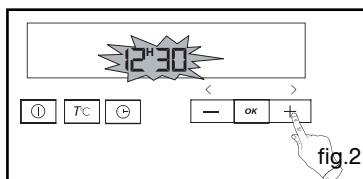

fig.2
Appuyez sur la touche ① (fig.1) puis sélectionnez avec les touches + ou - la cuisson choisie (fig.2).